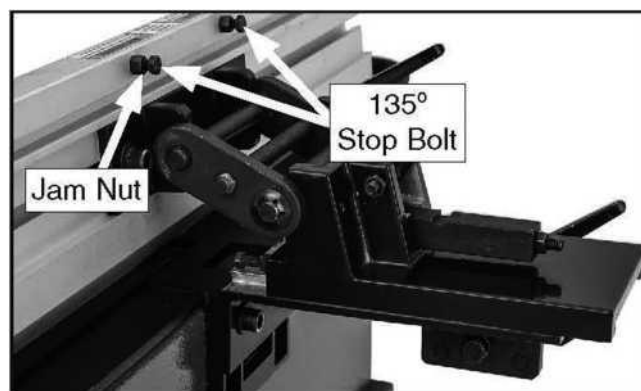

Рисунок 32. Настройка параллельного упора под углом 135°.
5. Уперев наружный стопорный болт в кронштейн параллельного поря, отрегулируйте длину стопорного болта до тех пор, пока параллельный упор не станет на 135°, затем затяните стопорную гайку (см. рисунок 32).